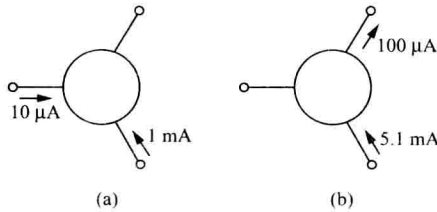

图 1.15
1.8 现测得放大电路中两只管子两个电极的电流如图 1.15 所示。分别求另一电极的电流, 标出其实际方向, 并在圆圈中画出管子, 且分别求出它们的电流放大系数 β 。